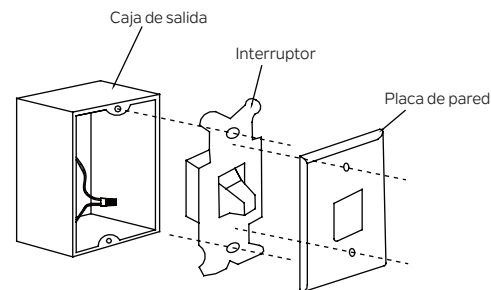

Figura 22
Paso 1. Retire la placa de pared existente y el interruptor antiguo de la caja de salida de pared. Cablee los cables NEGROS (vivos) junto con el conector e introdúzcalos nuevamente dentro de la caja de salida. (Figura 22)